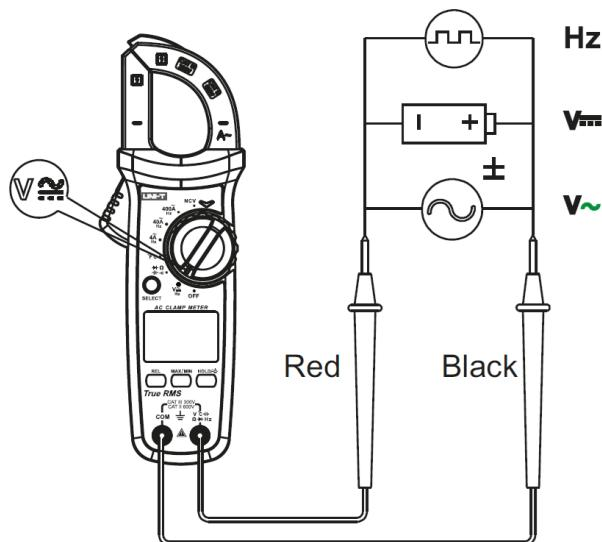

FIGURA 3
2. Medição de Tensão AC/DC e Frequência da Tensão (Figura 3)